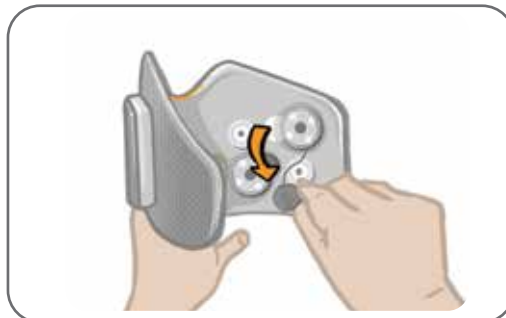

Figure 11-9 : Retrait des bases d'électrodes usagées
3. Retirez les bases d'électrodes usagées de la jambière. Reportez-vous à la figure 11-9.